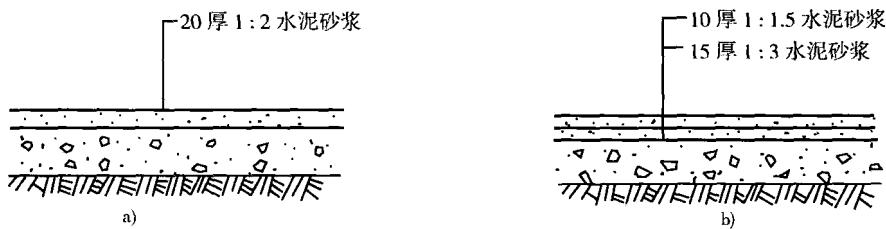
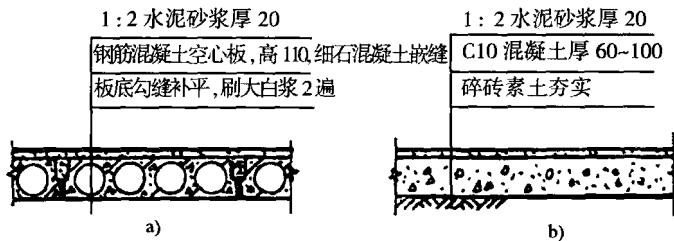

图 1-1 水泥浆地面面层
图 1-2 水泥砂浆地面
**水泥砂浆地面:**也叫水泥地面,厚  $20\text{mm}$ 。一般用  $1:2$  或  $1:2.5$  的水泥砂浆铺设,经拍实、提浆、压光而成的楼地面整体面层。当用混凝土做垫层又做面层时,亦采用“随打随抹”的办法。即:在混凝土浇灌好后,经找平、捣实、提浆,随即撒上干水泥并抹光。水泥砂浆地面有单层和双层构造之分,如图 1-1 所示。垫层为刚性垫层。当水泥砂浆在楼板上时,楼板就起承重的垫层作用。水泥砂浆地面构造如图 1-2 所示。这种地面的优点是施工简便、坚固耐久、防潮